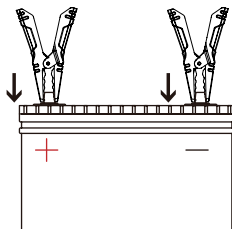

Figure 2.2.1
2. Connectez les pinces aux bornes correspondantes de la batterie, c'est-à-dire la pince rouge au positif (+) et la pince noire au négatif (-). Voir la figure 2.2.1